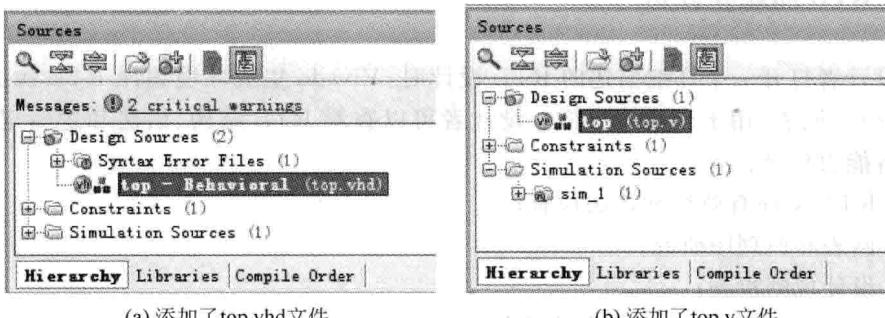

图 2.19 新添加了 top.vhd/top.v 文件
(10) 单击 OK 按钮。
(11) 如图 2.19 所示,在源文件窗口中,添加了 top.vhd 或者 top.v 文件。
(12) 双击源文件窗口的 top.vhd 文件或者 top.v 文件。打开设计模板,修改设计模板,并添加设计代码。该设计中,两个逻辑量 a 和 b,进行 6 种逻辑运算,产生 6 种输出到 z(5)~z(0)。